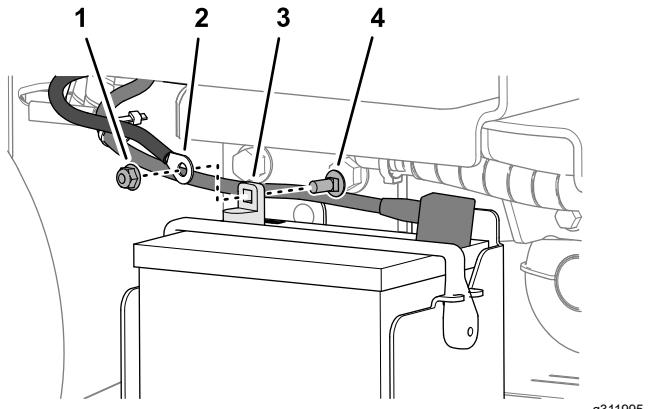

Figure 61
7. Débranchez le câble de la borne négative de la batterie (Figure 61).